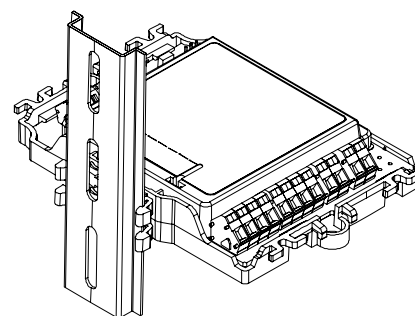

Fig. 1
- On a DIN rail (Fig. 1) in a fire control panel
Installing the zone module on a DIN rail (Fig. 1)
- Auf einer Hutschiene (Fig. 1) in einer Brandmeldezentrale
Zonenmodul auf eine Hutschiene montieren (Fig. 1)
2. Sur un profilé (fig. 1) dans un équipement de contrôle et signalisation
Montage du module de zone sur un profilé (fig. 1)